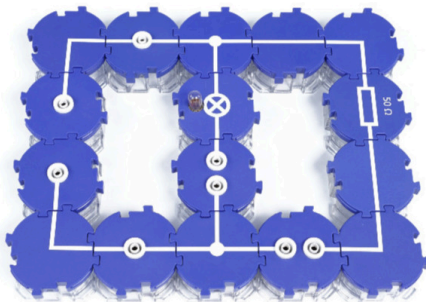

Fig. 1 Circuit de l'expérience
- Construisez le schéma de circuit comme indiqué dans la figure 1.